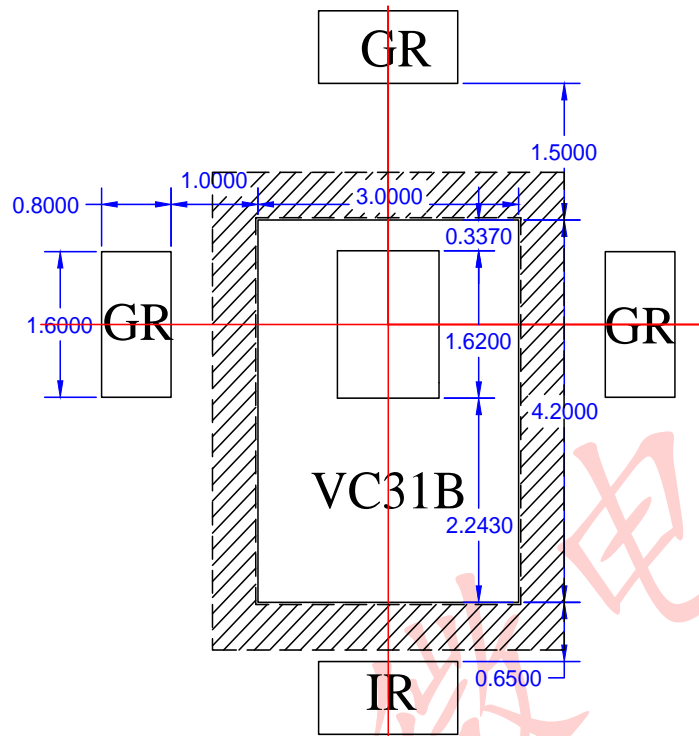
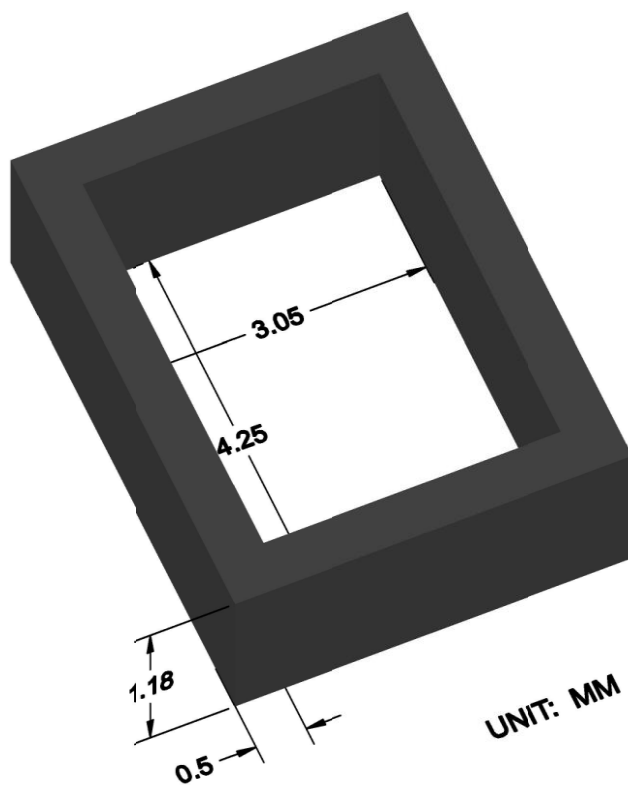
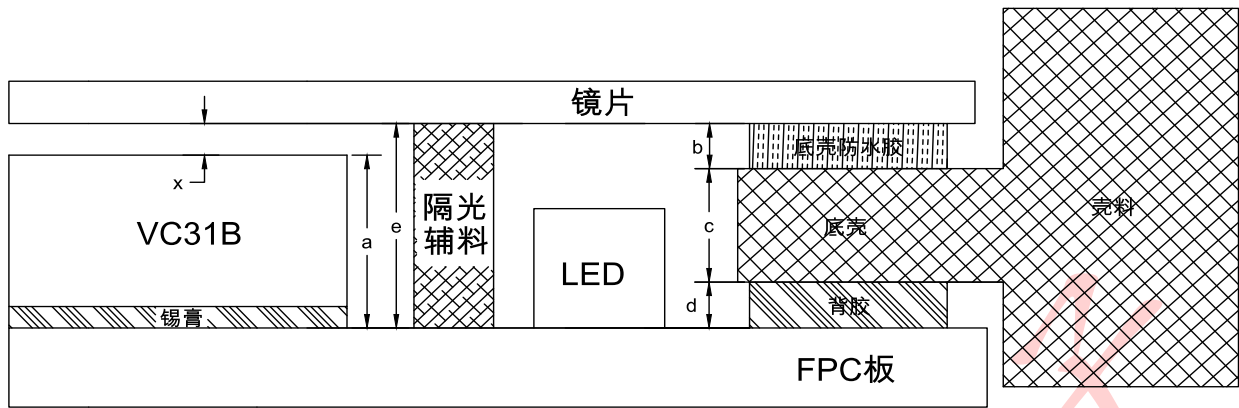

图 6 LED 布局（一）及尺寸
图 10 硅胶框隔光辅料尺寸图
图 11 结构设计要点
- b、图 6、8 中 VC31B 周围的黑色虚线框为我司开模设计的硅胶框隔光辅料，隔光辅料尺寸如上图 10 所示，硅胶框应轻度挤压，以保证隔光的效果；
根据上图 11， x 为 VC31B 与镜片的距离， a 为 VC31B 加焊锡膏的高度， b 为底壳与镜片之间防水胶的高度， c 为底壳设计厚度， d 为 FPC 与底壳之间的背胶高度， e 为隔光辅料高度；已知 a 、 b 、 d 的高度，合理设计 c 、 e 的高度即可使得 1 中的 VC31B 与镜片之间的距离 x 在 **0.1mm 左右**，并且 e 略大于 $b+c+d$ ，结构设计有以下几点注意的地方：
VC31B IC 与 LED 之间需完全隔光，图 10 中硅胶框隔光辅料维客已经完成开模，可直接采购，也可根据图 11 说明自行设计、使用隔光辅料；